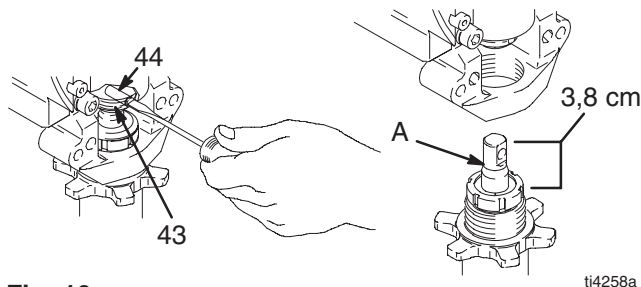

Fig. 10
4. Fig. 10. Haga funcionar la bomba en modo JOG hasta que el pasador de la bomba (44) esté en posición de ser desmontado. Apague el interruptor de potencia y desenchufe el cable. Empuje hacia arriba el anillo de retención (43) y saque el pasador de la bomba.
1. Fig. 10. Extienda el eje del pistón 3,8 cm. Engrase la parte superior de la varilla de la bomba en el punto (A) o dentro de la biela.